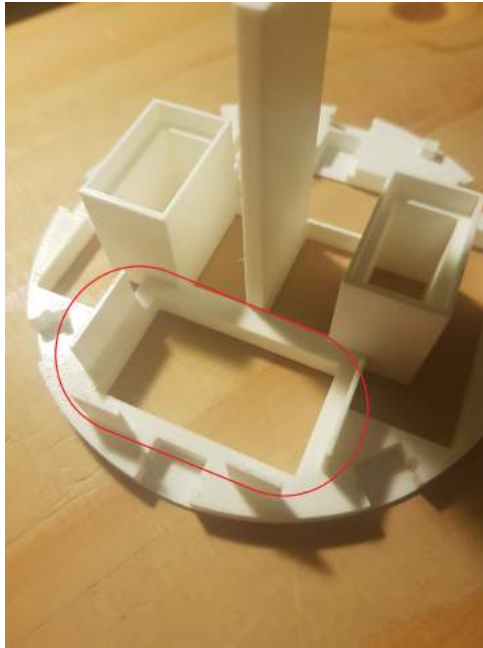

FIGURE 3 – Emplacement pour le pack de piles
3. Placer le pack de piles à l'emplacement prévu à cet effet (cf figure 3). Aucun serrage n'est nécessaire ici.